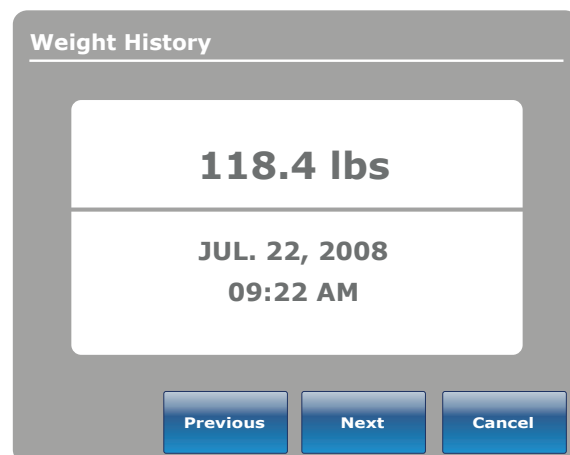

Figure 5.2
2. La minuterie de quinze (15) secondes s'engage aussitôt.
3. Vous avez quinze (15) secondes pour soulever tout appareil ou équipement médical qui ne doit pas être calculé avec le poids du patient. Ceci inclut tout ce qui peut se trouver sur la surface du lit ou sur le patient (par exemple, des sondes et fils).
4. Après dix (10) secondes une alarme retentit.
5. Pendant les cinq (5) secondes suivantes, le lit calcule le poids du patient alité. Vous devez continuer de soulever l'équipement décrit à l'étape 3.
6. Une fois les cinq (5) secondes écoulées, une autre alarme retentit et l'écran «Délai de pesée» s'affiche tel qu'illustré à la figure 5.2. Le lit a terminé le calcul et vous pouvez replacer l'équipement que vous aviez retiré de la surface du lit.